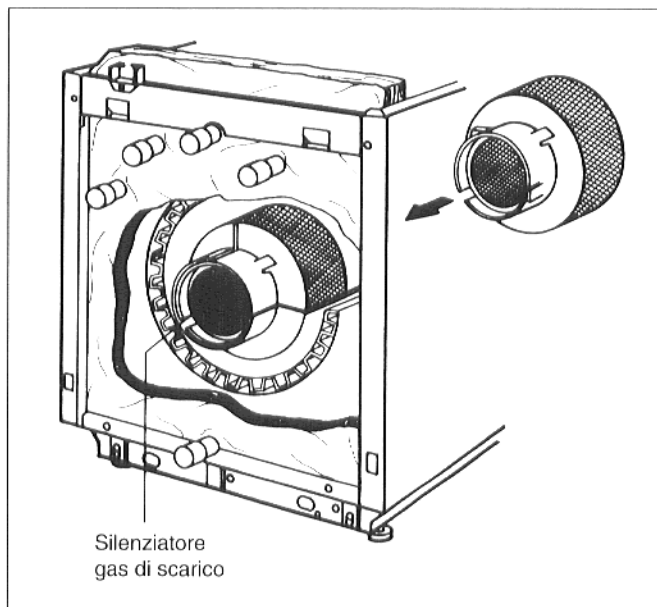

Fig. 22
- Inserire dalla camera di combustione il silenziatore dei gas di scarico (solo per bruciatori serie RE) nel tronchetto dei gas di scarico (Fig. 22).